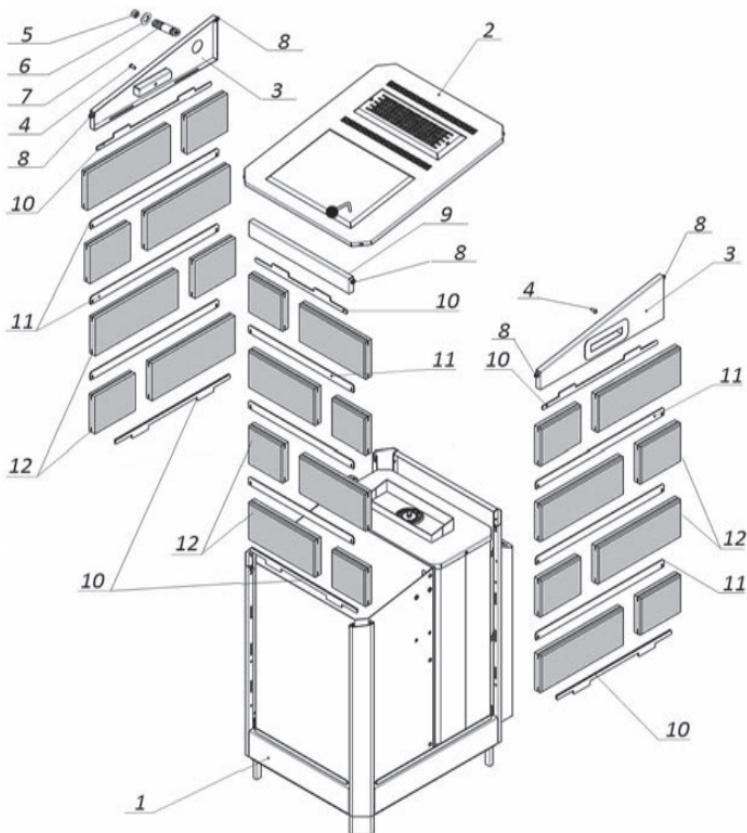
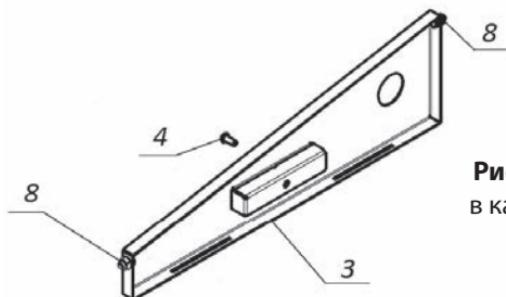

Рис. 9 Схема сборки каменной облицовки
Рис. 10 Боковая стенка корпуса ЭНУ
2.1.3.1 Внимание! Прежде чем устанавливать каменную облицовку необходимо подключить электрическую печь к электрической и водопроводной сетям выполнив пункты 2.1.1 и 2.1.2 данного Руководства. Установить печь на место её эксплуатации. Схема сборки каменной облицовки представлена на рис. 9.
2.1.3.2 Распаковать и рассортировать по длинам каменные плитки (поз. 12, рис. 9) и металлические вставки (поз. 10 и 11, рис. 9) на переднюю и боковые стенки ЭНУ.
2.1.3.3 Снять верхнюю крышку (поз. 2, рис. 9). Для этого открутить 4 самонарезных винта на угловых торцах крышки. Отвернуть пробку (поз. 5, рис. 9) и декоративную гайку (поз. 6, рис. 9), после этого выкрутить штуцер отбора пара (поз. 7, рис. 9). Выкрутить из боковых ручек винты (поз. 4, рис. 9, рис. 10). Во внутренней полости уголков корпуса ЭНУ ослабить гайки крепления (поз. 8, рис. 9, рис. 10) передней (поз. 9, рис. 9) и боковых (поз. 3, рис. 9, рис. 10) стенок. Потянув вверх снять боковые и переднюю стенки.
2.1.3.4 Установить металлические вставки с выступами (поз. 10, рис. 9) на панели основания (поз. 1, рис. 9) совместив выступающие части планок с вырезами в панелях. Установить каменные плитки (поз. 12, рис. 9) первого ряда со всех трёх сторон, надев плитку прорезью на вставку (поз. 10, рис. 9). В прорези установленных плиток вложить металлические вставки (поз. 11, рис. 9) и установить второй ряд плиток. Следующие ряды каменных плиток устанавливаются аналогично. После установки последнего (верхнего) ряда плиток в их прорези укладываются металлические вставки с выступами (поз. 10, рис. 9). Схемы установки декоративных, каменных плит показаны на рисунке 11.
- 2.1.3.5 Установить боковые (поз. 3, рис. 9, рис. 10) и переднюю (поз. 9, рис. 9) стенку совместив выступы металлических вставок (поз. 10, рис. 9) с прорезями в нижних гранях стенок. Затянуть гайки крепления (поз. 8, рис. 9, рис. 10). Завернуть винты (поз. 4, рис. 9, рис. 10) в ручки боковых стенок.
- 2.1.3.6 Используя ленту Фум ввернуть в парогенератор штуцер отбора пара (поз. 7, рис. 9). На штуцер установить декоративную гайку (поз. 6, рис. 9), после этого навернуть пробку (поз. 5, рис. 9).
- 2.1.3.7 Установить и закрепить саморезами верхнюю крышку (поз. 2, рис. 9).